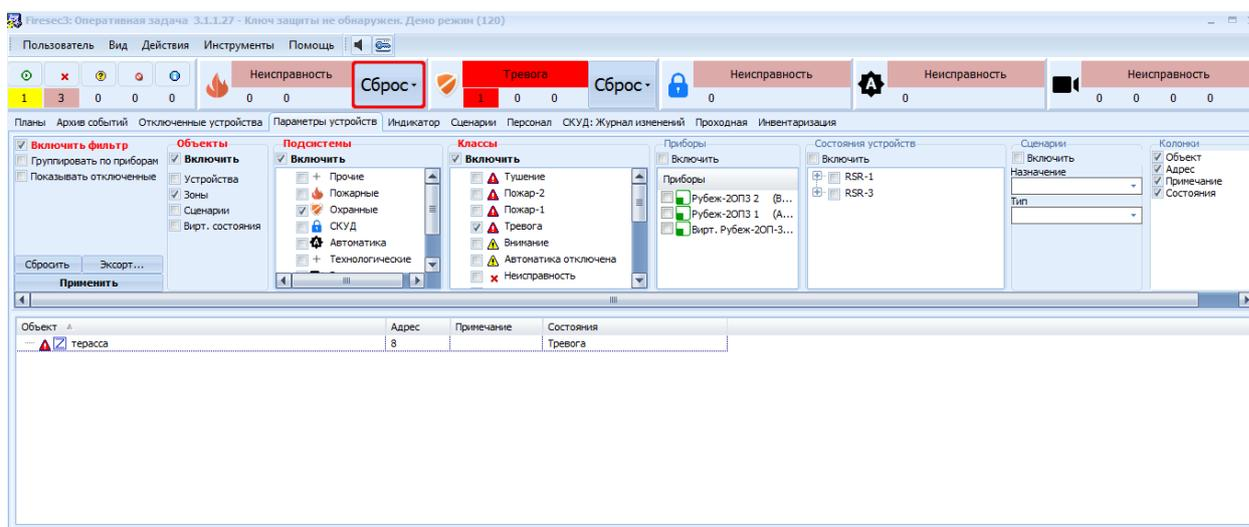

Рис. 28 Окно вкладки **Параметры устройств** с примененным фильтром
- нажать кнопку **Применить** (Рис. 28).